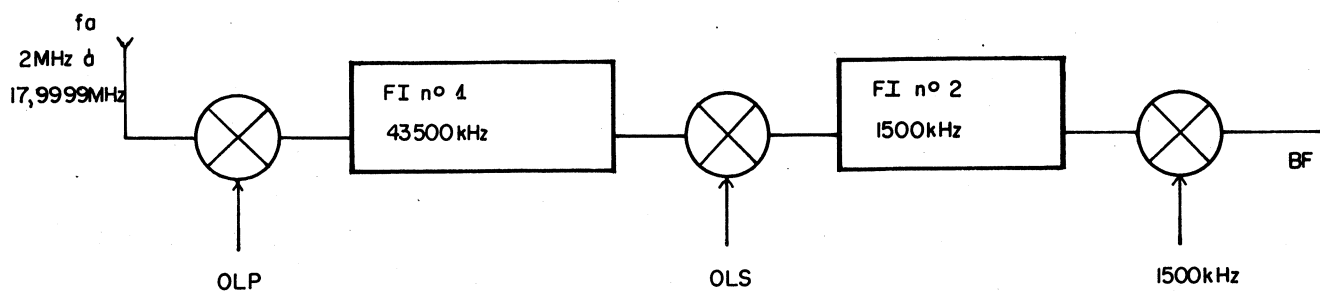

Fig. 3.2
a) - Le schéma synoptique de la chaîne de réception (Fig. 3.2) fait apparaître les fréquences nécessaires au fonctionnement, soient :